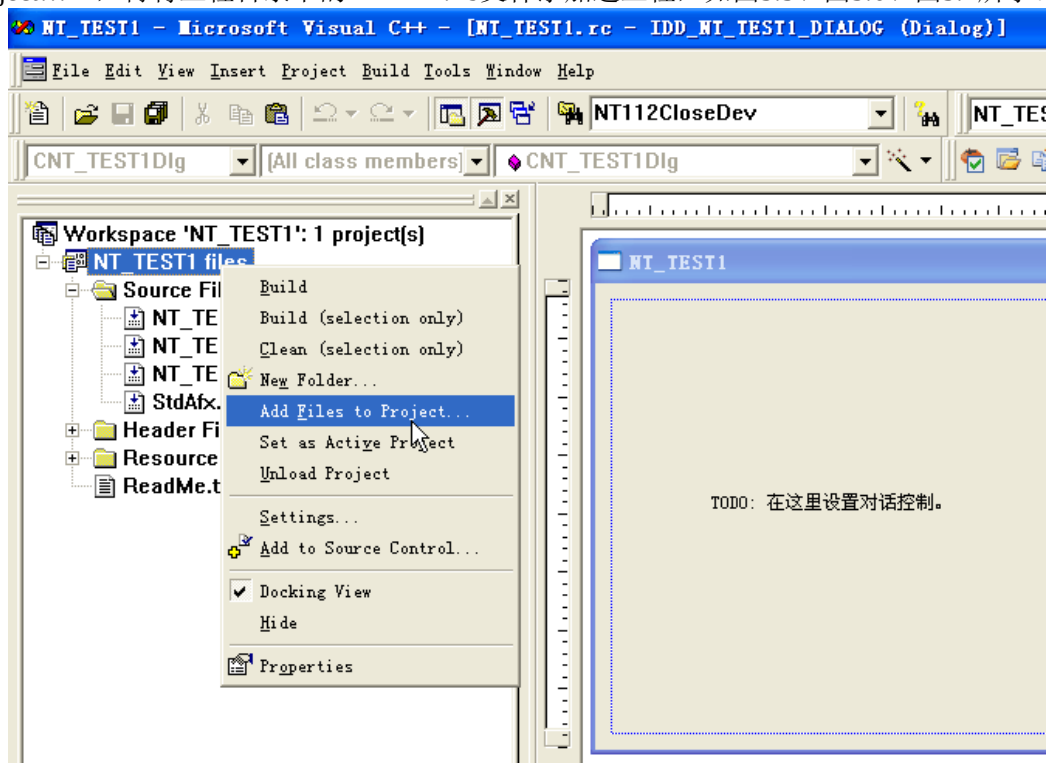
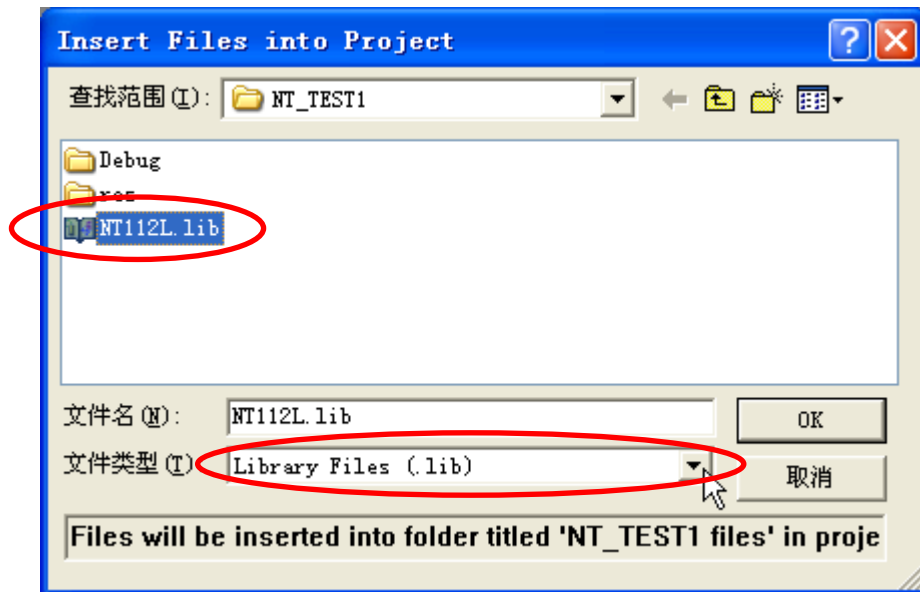
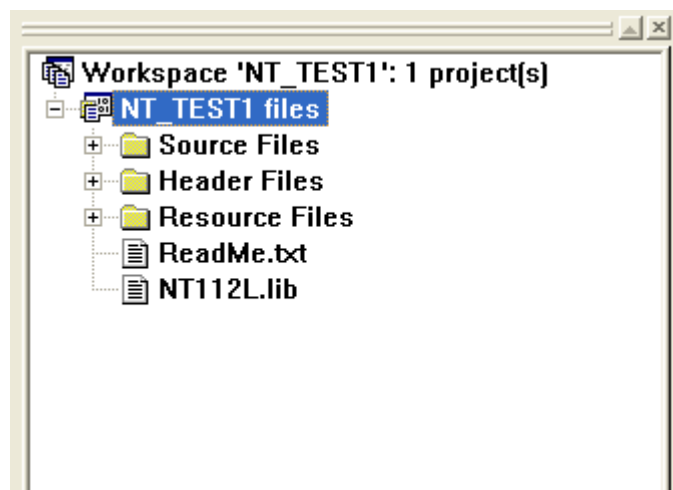

图 5.5 选择 Add Files to Project 子菜单
图 5.6 选择工程目录下的 NT112L.LIB 文件
图 5.7 添加 NT112L.LIB 文件后的 FileView 页面
(3) 在FileView页面中右击“NT_TEST1 files”，在弹出的浮动菜单中选中“Add Files to Project...”，再将工程目录下的NT112L.lib文件添加进工程，如图5.5、图5.6、图5.7所示。